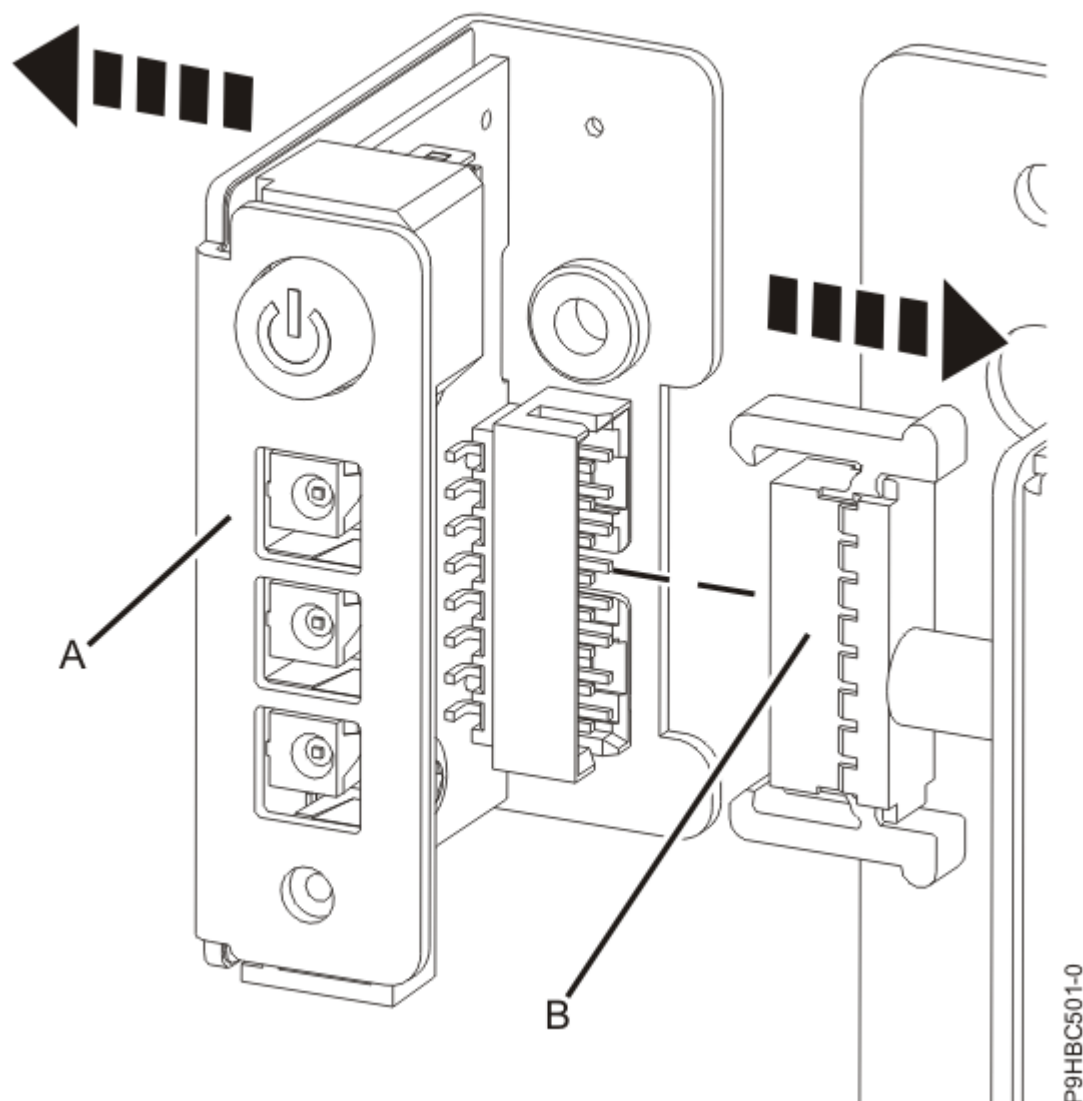

Figure 10. Déconnexion du panneau de commande et du câble
3. Débranchez le panneau de commande **(A)** du câble **(B)**, comme illustré à la Figure 10, à la page 12.